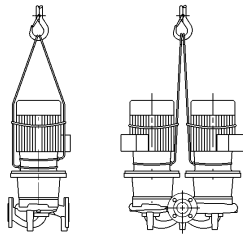

Fig. 3: Anbringen der Transportseile
- Die Transportösen am Motor dienen dabei nur zur Führung bei Lastaufnahme (Fig. 3).